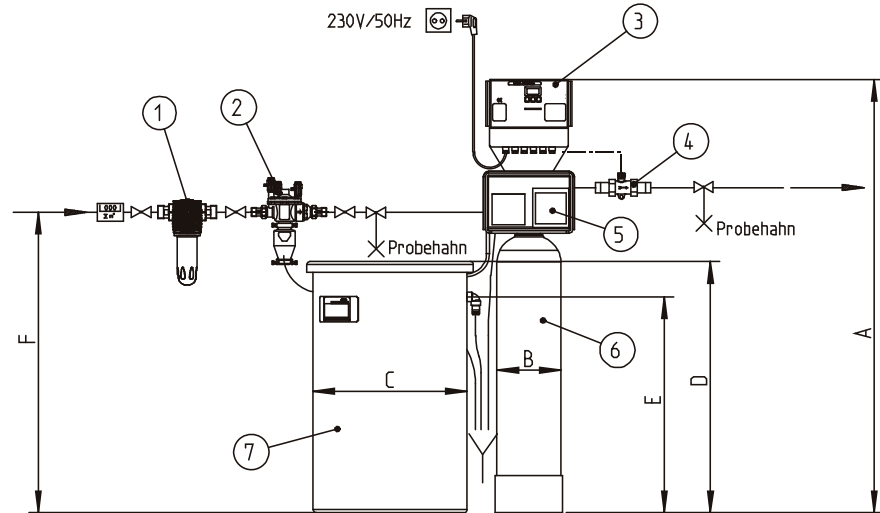

Abb. D-1: (a) Aufstellungszeichnung Enthärtungsanlage GENO-mat-WF
1. Wasseranschluss entsprechend Aufstellungszeichnung (Abb. D-1 (a) und (b); Seiten D-6, D-7) herstellen. Dabei die Vorgaben und Empfehlungen in Abschnitt 1 beachten.
Maße in Abb. D -1 (a); Auszug aus Tabelle D-1